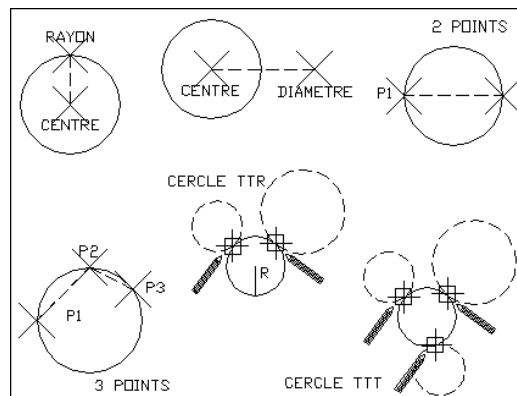

Fig.4.30
- [1] Exécuter la commande de dessin d'un cercle à l'aide d'une des méthodes suivantes (fig.4.30):